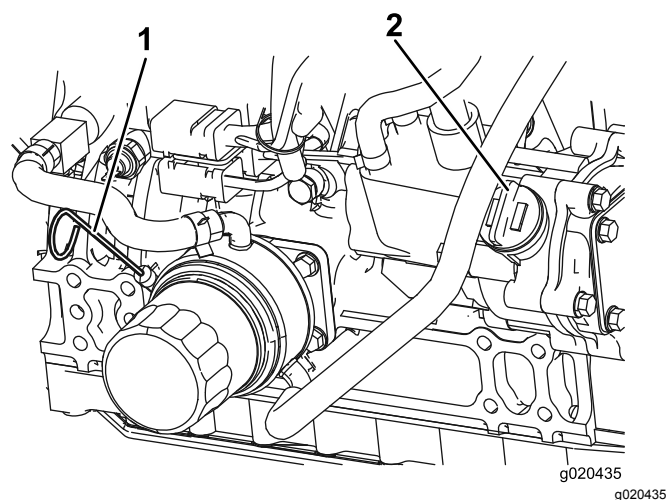

Figura 74
3. Retire a vareta, limpe-a, coloque-a no tubo e volte a retirá-la em seguida. O nível de óleo deverá atingir a marca Cheio (Figura 74).
4. Se o nível de óleo se encontrar abaixo da marca Cheio, deverá retirar a tampa de enchimento (Figura 74) e adicionar óleo até o nível atingir a marca desejada. **Não encha demasiado.**